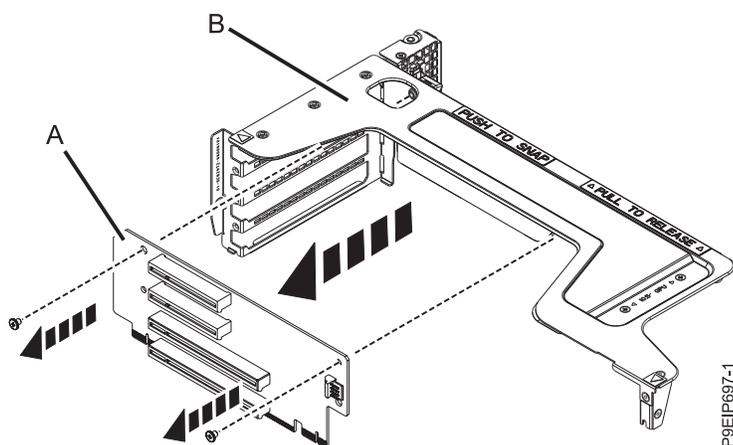

図 51. 位置 3、5、または 6 のライザー・カードの取り外し
- g. 位置 3、5、および 6 のライザー・カードの再取り付けが必要な場合は、そのライザー・カードをライザー・サポートから取り外します。ライザー・カードをライザー・サポートに固定している 2 本のねじを取り外します (図 51 を参照)。